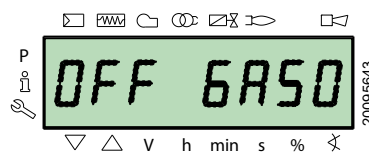

Abb. 37
- Heizölbetrieb **“OFF GASO”** (Abb. 37)